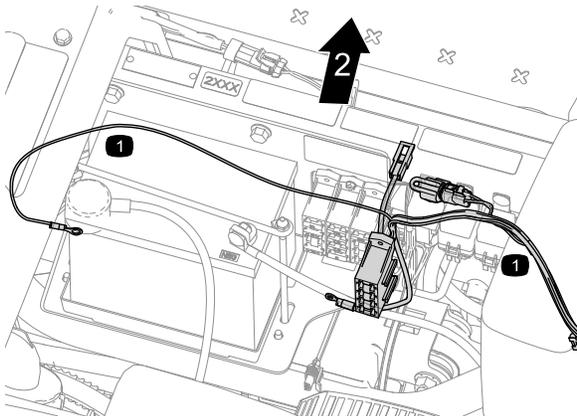

Bild 6
1. Verlegen Sie den Kabelbaum unter dem Sitz (Bild 6).